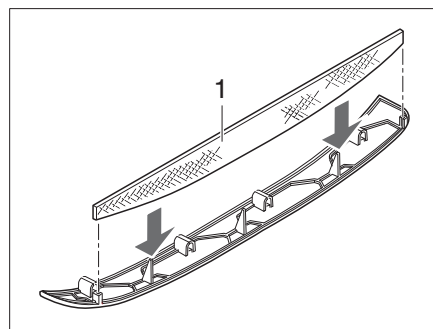
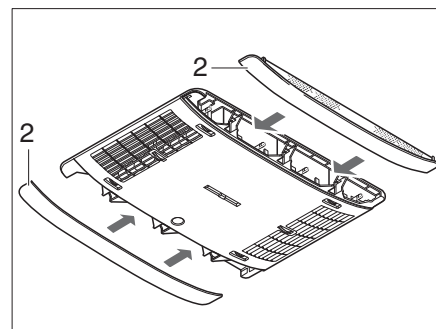

Bild 313 Flusenfilter Klimaanlage
Bild 314 Paneelen Klimaanlage
In den seitlichen Paneelen (Bild 314,2) befinden sich zwei Flusenfilter. Die Flusenfilter müssen in regelmäßigen Abständen, mindestens jedoch alle 6 Monate, gereinigt und bei Bedarf gewechselt werden.
- Paneele (Bild 314,2) vom Luftverteiler abziehen und Flusenfilter (Bild 313,1) reinigen oder bei Bedarf wechseln.